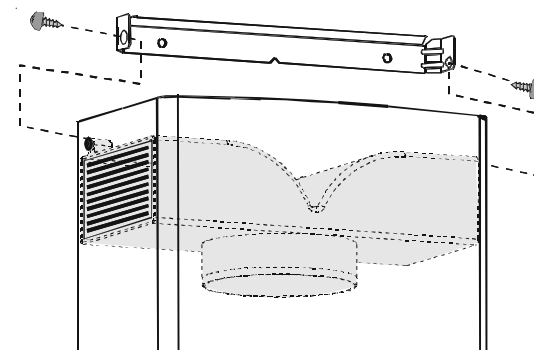

Рис. 2
- Направляющий воздушный короб закрепить с помощью двух винтов $\varnothing 2,9 \times 13$ мм, **рис. 2**.